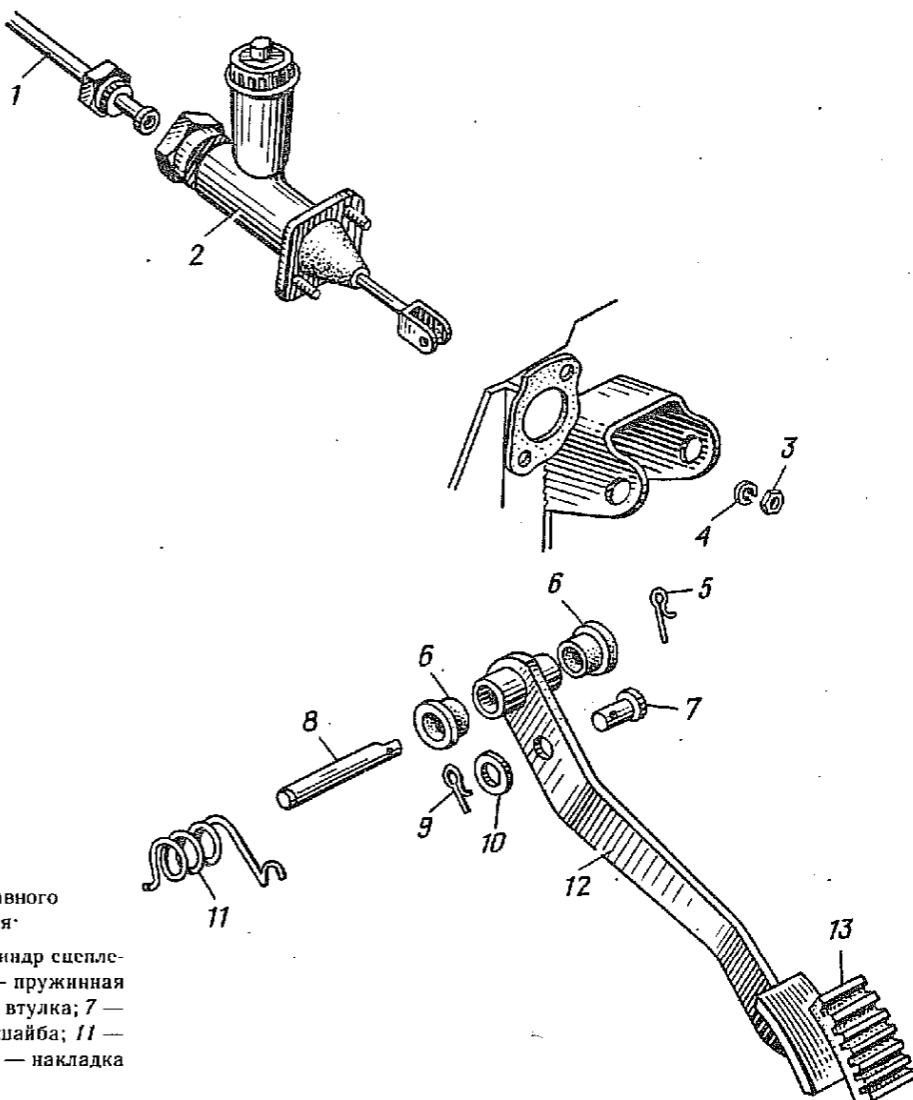

Рис. 56. Установка главного цилиндра сцепления:
1.3. Отвернуть соединительную гайку и отсоединить от главного цилиндра 2 (рис. 56) сцепления трубку 1 привода выключения сцепления. Во избежание засорения установить в отверстия трубки и главного цилиндра технологические заглушки (ключ 12, технологические заглушки).
2.1. Установить цилиндр 2 (рис. 56) шпильками в отверстия поперечины рамы и закрепить гайками 3 с пружинными шайбами 4 (головка 13, вороток).
3.1. Отсоединить оттяжную пружину 11 (рис. 56) от педали 12 (плоскогубцы 125, отвертка 150×0,5).
4.1. Установить втулки 6 (рис. 56) в отверстия педали 12.